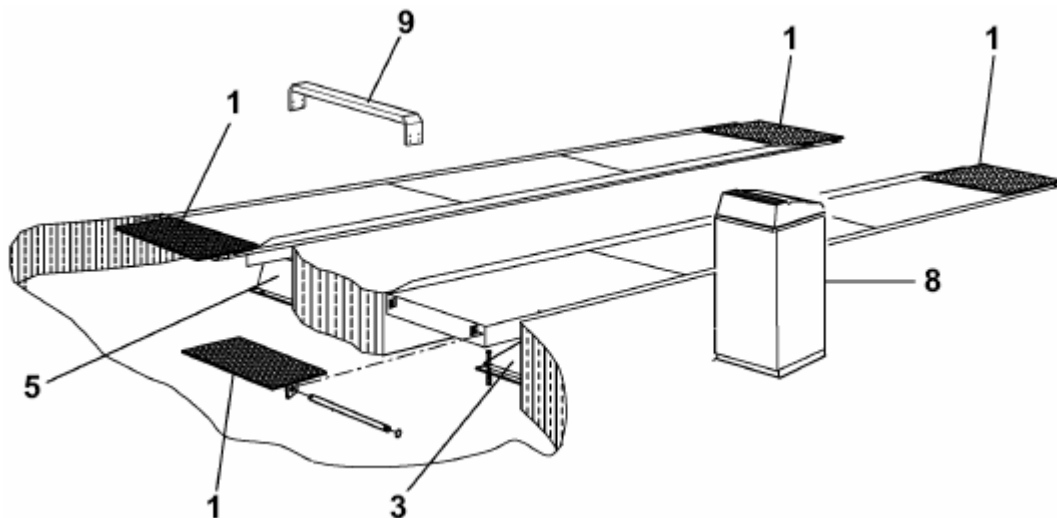

Рис. 36
**К Рис. 36** – Установка противооткатных устройств (1).